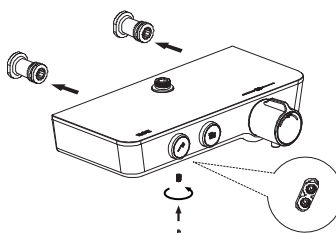

Figura 4
a) Conecte la barra de ducha termostática (10) en los conectores curvos (Figura 4). El lado izquierdo es de agua caliente y el derecho de agua fría. Utilice la llave Allen para asegurar.